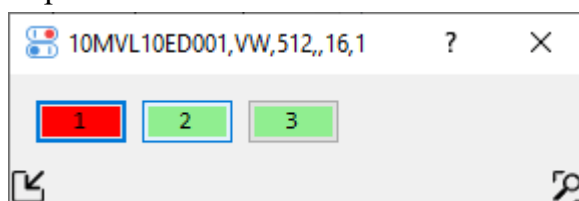

Рисунок 28 – Внешний вид окна блока выбора рабочего агрегата
7.9.7 Перечень состояний (команд) блока выбора рабочего агрегата, которые могут быть введены с помощью интерфейса пользователя (см. рисунок 28):